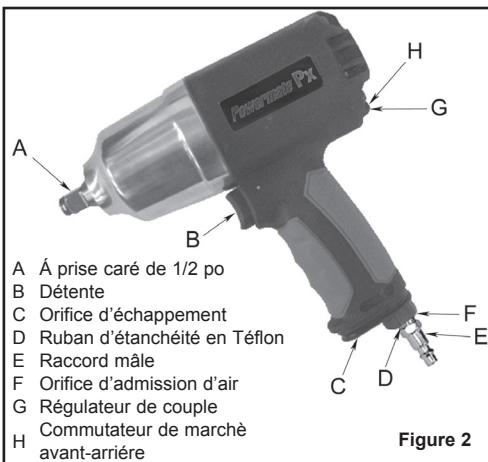

Figure 2
2. Installez un raccord mâle 1/4 po NPT (non inclus) à l'orifice d'admission d'air de l'outil (voir Figure 2).